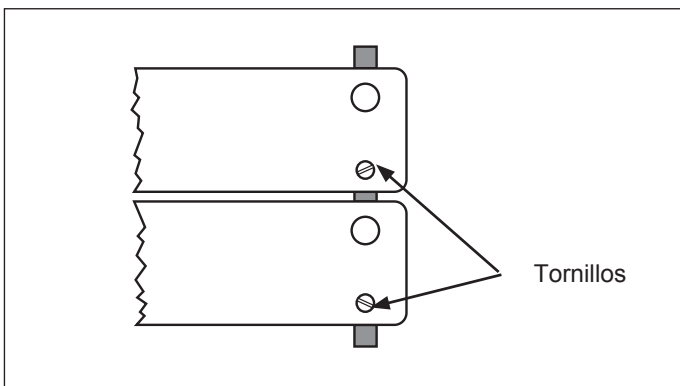

Figura 9. Eslabones maestros
2. Aplique desgrasador **McD® Heavy Duty Degreaser (HCS)** sobre un *pañó para parrilla limpio, empapado en solución higienizadora*. Pase el paño para parrilla por la parte expuesta de la correa transportadora de lado a lado (Figura 9).